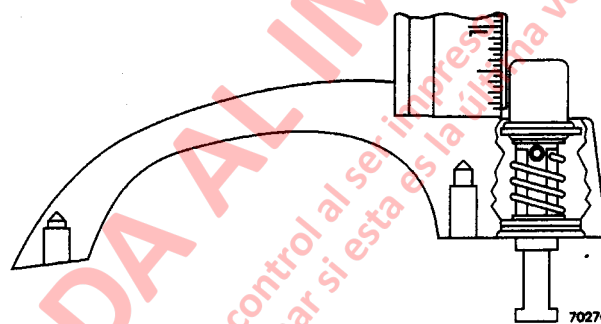

FIGURA 2-5. MEDICION DE LA DISTANCIA DE RECORRIDO DEL EMBOLO
1. Determine la cantidad de juego libre en la puerta, libere el émbolo empujándolo sobre el émbolo hasta que haga contacto con el mecanismo de liberación de la puerta. Mida la distancia que recorre el émbolo (Figura 2-5) desde esta posición hasta donde el émbolo se libera completamente.